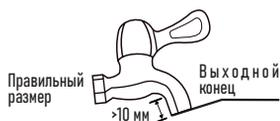

Рисунок 1
1. Выберите подходящий кран с длиной наконечника более 10 мм. Конец должен быть плоским; если он неровный, сгладьте его напильником для предотвращения протечек после установки (см. рисунок 1).